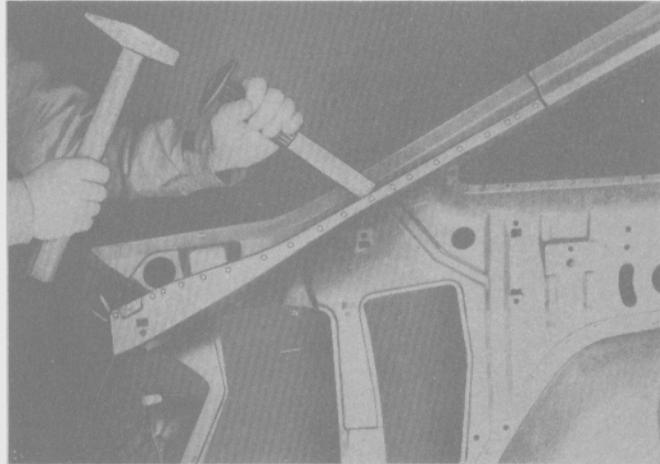

Fig. 252
- Retirar el gotero separando las soldaduras perforadas con un cortafío (Fig. 252).